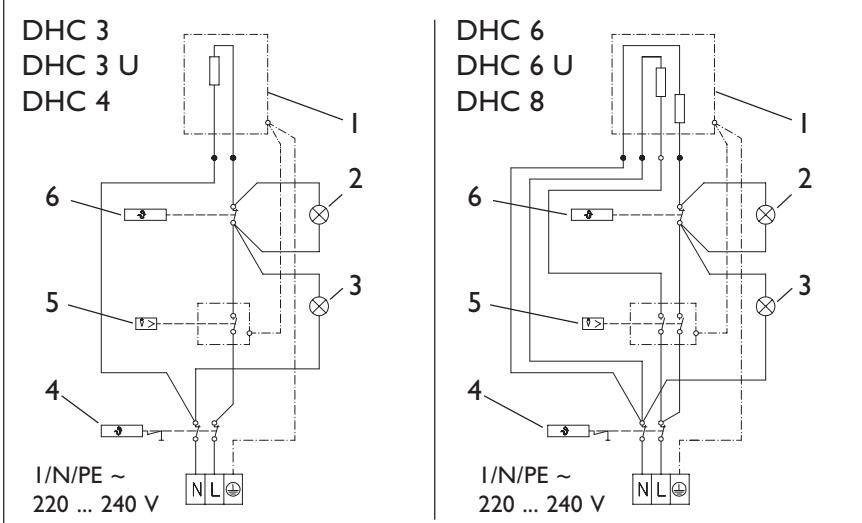

Рис. 14
Пояснения к рис. 14
- Осуществить электрическое подключение в клеммной коробке (поз. 10) в соответствии с электрической схемой на рис. 14 и завинтить винты кабельного зажима.
- Подготовить провод (поз. 7) для электрического подключения в клеммной коробке (поз. 10) в соответствии с электрической схемой на рис. 14
- Стационарно проложить провод (поз. 15) для электрического подключения в клеммной коробке (поз. 16) в соответствии с электрической схемой на рис. 14
- Электрическое подключение в клеммной коробке (поз. 10) осуществить в соответствии со схемой на рис. 14